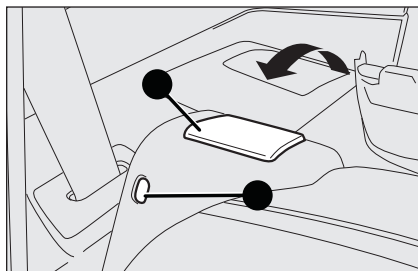

fig. 77
- ☐ trek de borghendel **A**-fig. 77 van de rugleuning omhoog en kantel de rugleuning naar voren, zodat een vlakke laadruimte ontstaat. Als de borghendel omhoog staat, is er een "rode band" **B** zichtbaar;